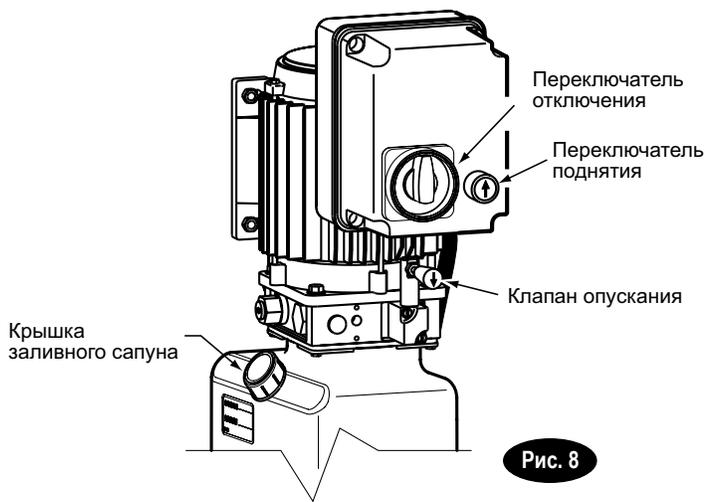
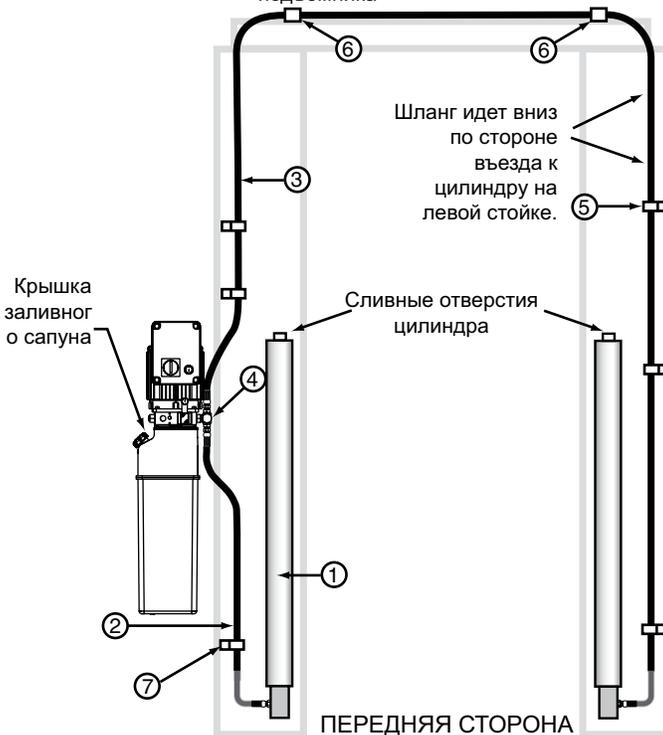

Рис. 8
Рис. 9
14. Заливка масла и слив: Емкость системы равна (14) литрам. Используйте Dexron III или аналогичное масло ATF. Снимите крышку заливного сапуна (см. рис. 8). Залейте (8) литров жидкости. Запустите блок и поднимите подъемник примерно на 650 мм. Откройте сливные отверстия примерно на 2 оборота (см. рис. 9). Закройте при появлении потоков жидкости. Полностью опустите подъемник. Добавьте жидкость до достижения линии заливки.